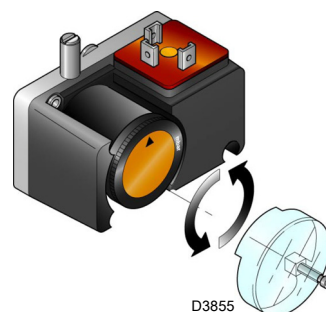

图 33
- 如果装有燃气泄漏检测装置（PVP 组件）（图 33 页 28），应根据组件本身提供的说明调整其压力开关。
如果装有燃气泄漏检测控制装置（PVP 组件）（图 33），应根据组件本身提供的说明调整其压力开关。